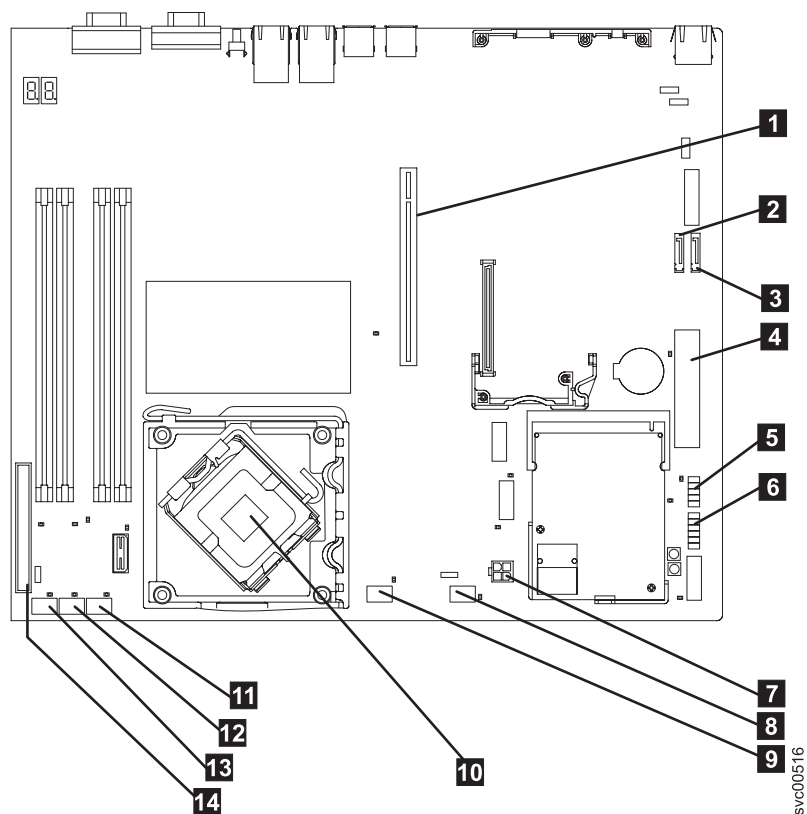

図 265. SAN ボリューム・コントローラー 2145-8A4 システム・ボードで使用されているコネクタ
7. 各ケーブルをどこに取り付けるかがわかるように、ケーブルにマークを付けます。図 265 は、SAN ボリューム・コントローラー 2145-8A4 システム・ボード上のコネクタを示しています。